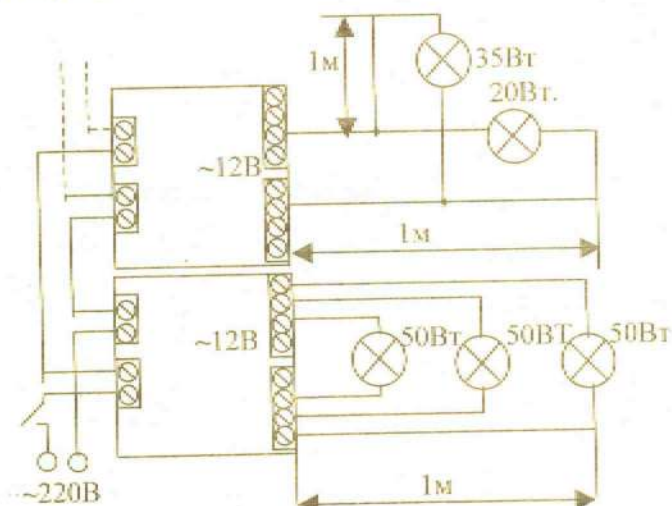

Рис.1
3.3. Подключение электронного трансформатора производится специалистами по схемам, приведенным ниже: Рис.1 (один из вариантов подключения ламп к клеммным колодкам)